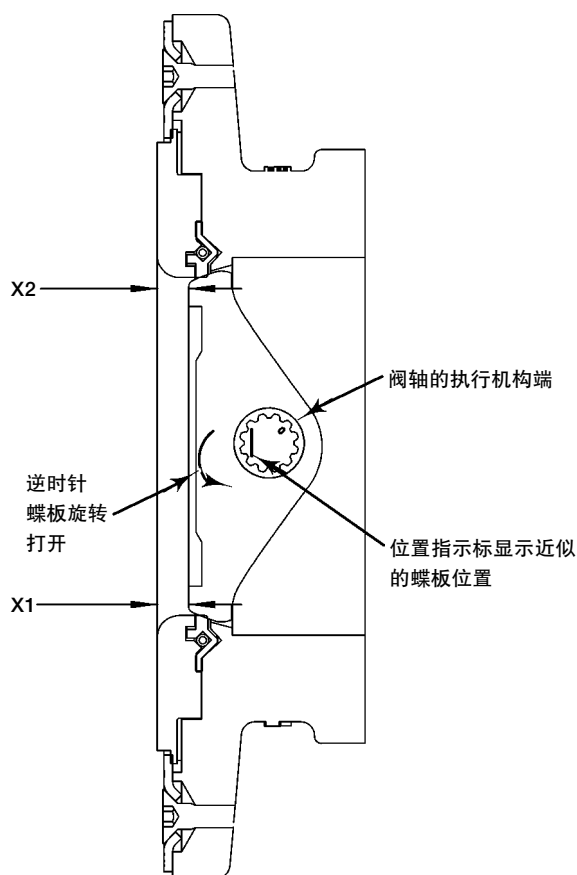

图7. 典型阀体截面
蝶板 / 轴的连接使用锥形销和扩展销。连接驱动轴的孔稍微偏离中心，以防止驱动轴安装在错误的方向上。如图7所示，蝶板面朝向阀轴末端的位置指示标。
A81蝶板逆时针旋转打开（从阀体安装执行机构一侧看，参见图7）。旋转蝶板（件号3）超过全闭位置将会损坏密封环（件号4）。为防止蝶板过度旋转带来的损坏，请确保执行机构的行程止位以确保跌板旋转超过全
1. 调节执行机构使蝶板在执行机构行程至终端时蝶板位于全关闭位置。如图 7 所示在阀门顶部或底部 (X1 和 X2) 测量蝶板面和密封环压盖表面的距离以决定全闭蝶板的位置。调整行程止动器以微调蝶板位置使上述的两个测量值都在 0.8 毫米 (0.032 英寸) 以内。参考适当的执行机构安装手册来帮助。